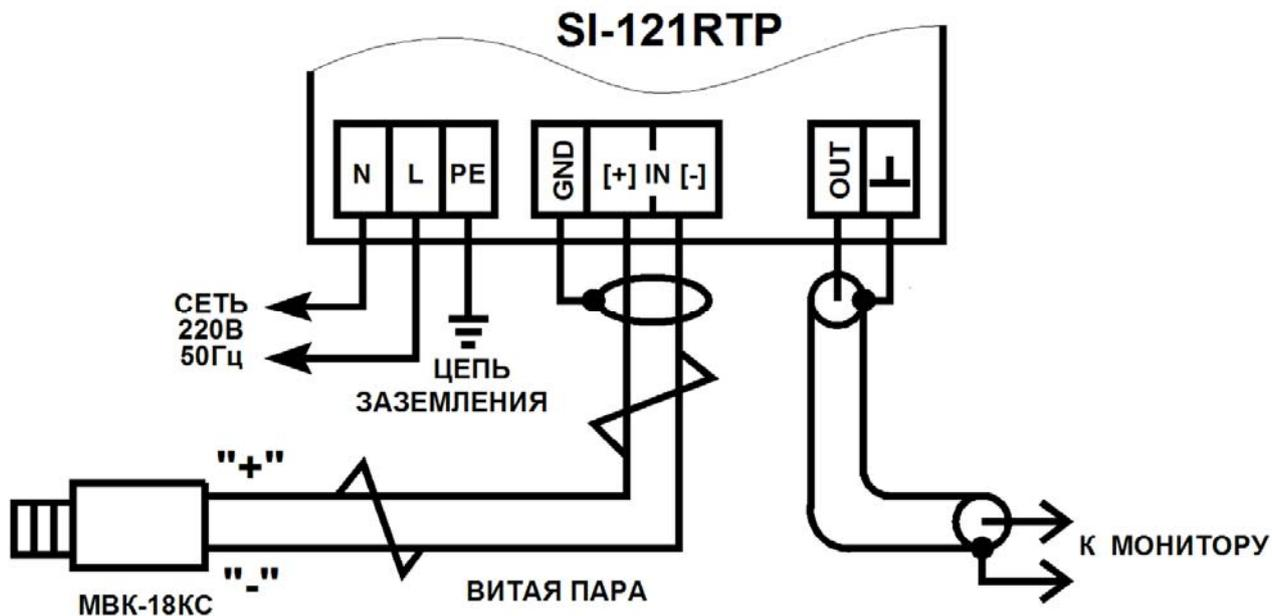

Рис.1
5.8. Схема подключения **МВК-08xxК** к приёмнику приведена на рис. 1